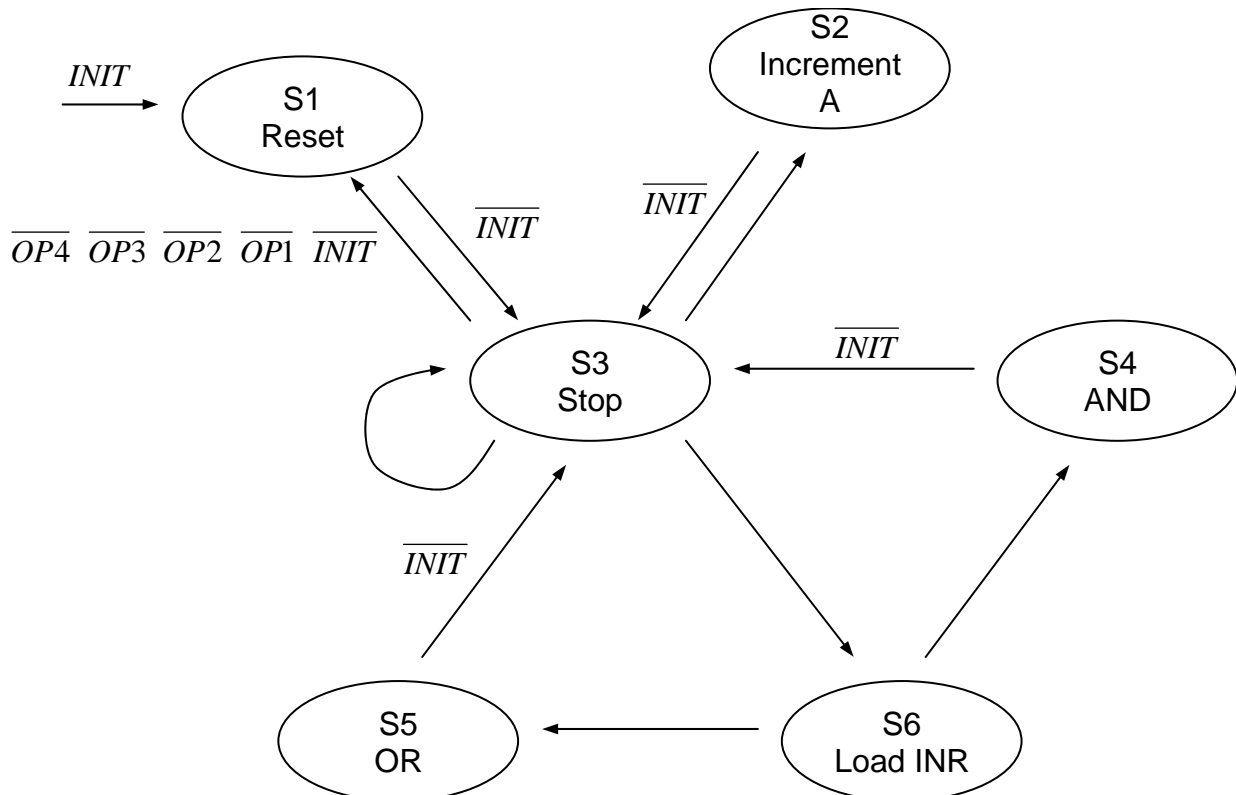

Abbildung 3.1: Zustandsgraph des Steuerwerks
- a) Vervollständigen Sie den Zustandsgraphen des Steuerwerks in Abbildung 3.1 mit den noch fehlenden Zustandsübergängen! Geben Sie jeweils die OP-Codes in der in Beispiel 3.1 dargestellten Form an!